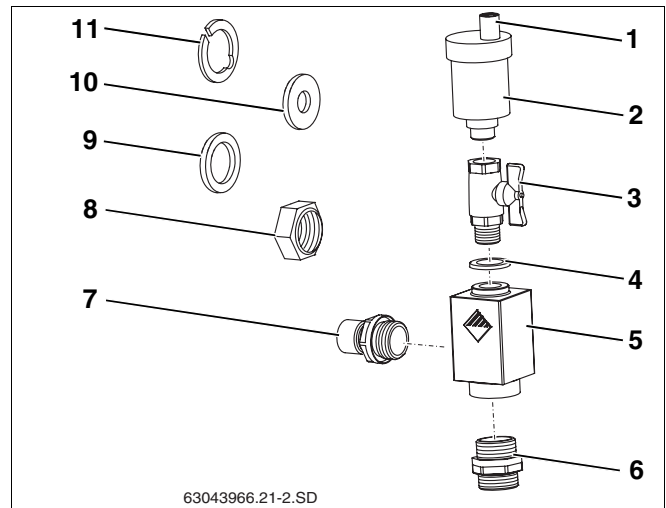

Fig. 35 Juego universal de purgador
El equipo solar se purga a través del tornillo de cierre. Para que no pueda penetrar humedad en el equipo solar a través del tornillo de cierre, la tapa de protección de intemperie (fig. 35, **pos. 1**) debe estar siempre posicionada durante el funcionamiento sobre este tornillo.
Volumen de suministro del juego universal de purgador (fig. 35):